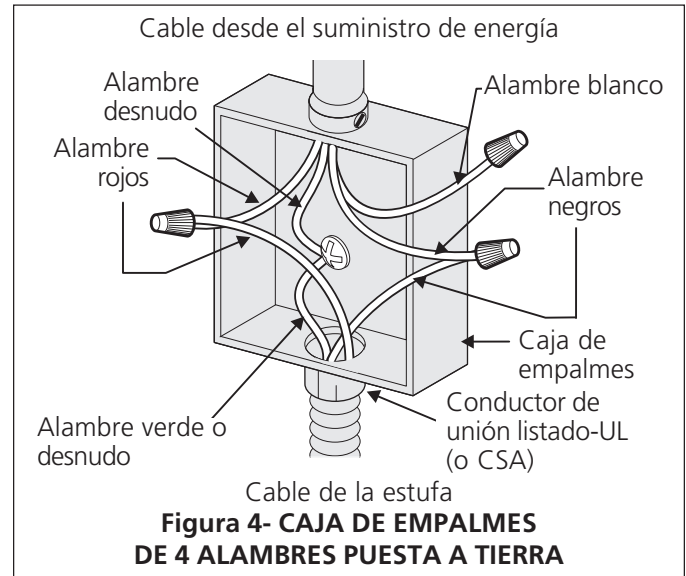

Figura 4- CAJA DE EMPALMES DE 4 ALAMBRES PUESTA A TIERRA
Si la cocina se usa en una instalación nueva de ramal de circuito (1996 NEC), en una casa rodante, en un vehículo para recreación o si los códigos locales NO permiten hacer la conexión a tierra a través del cable neutral (blanco) (ver figura 4):
4. En el interruptor automático, caja de fusibles o caja de juntas: conectar el aparato y los cables residenciales como se muestra en la figura 4.